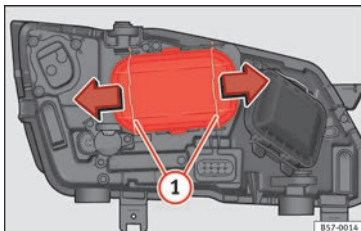

Fig. 105 Dans le compartiment moteur : retirer le cache.
- Déplacez les tirants » **fig. 105** ① dans le sens de la flèche puis retirez le cache.